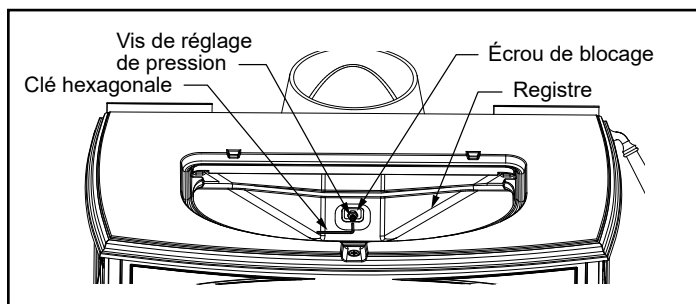

Figure 3.2 – Régler le registre à l'aide d'une clé Allen.
1. Enlevez la plaque. Desserrez l'écrou de blocage au centre de la plaque (figure 3.2).